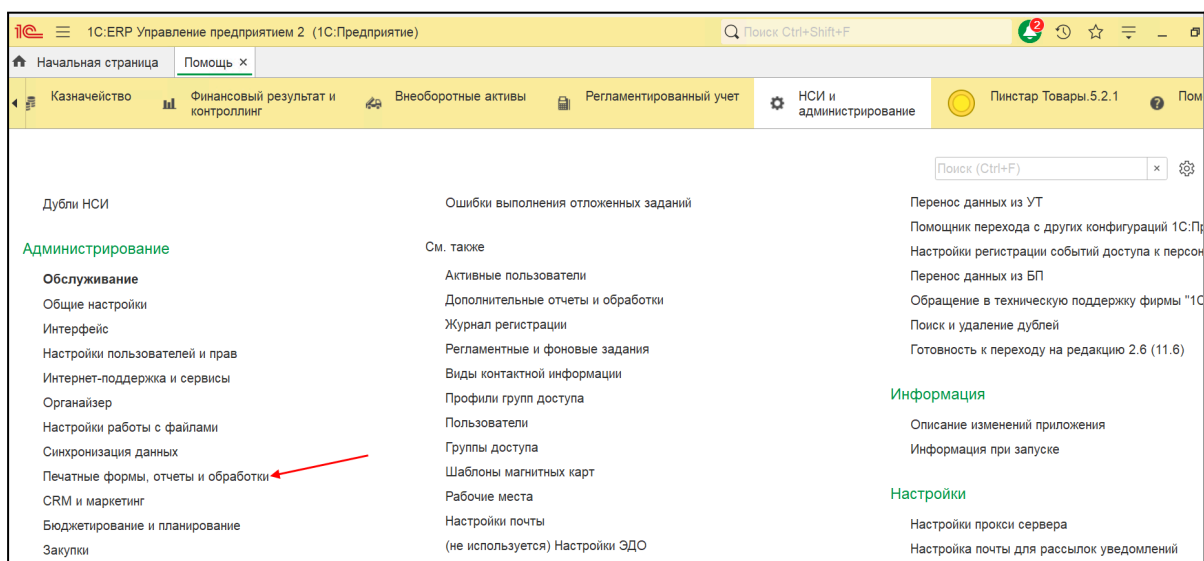

Рис. 1. Печатные формы, отчеты, обработки
1. Откройте справочник «Дополнительные отчеты и обработки». Для этого выберите пункт меню «НСИ и администрирование» → «Администрирование» → «Печатные формы, отчеты и обработки» (рис. 1).